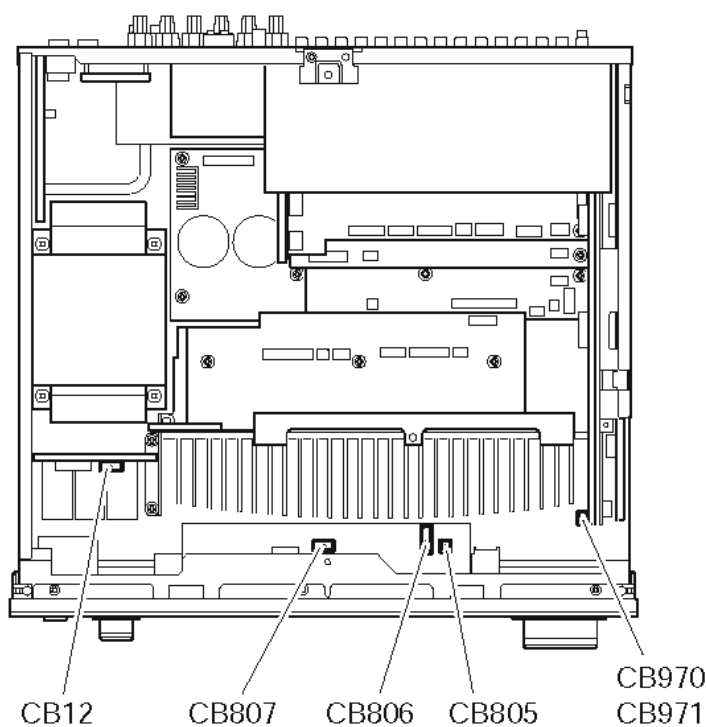

Fig. 2
- b. Remove CB12, CB805 807, CB970 and CB971. (Fig. 2)
- b. CB12、CB805-CB807、CB970、CB971を外します。(Fig. 2)